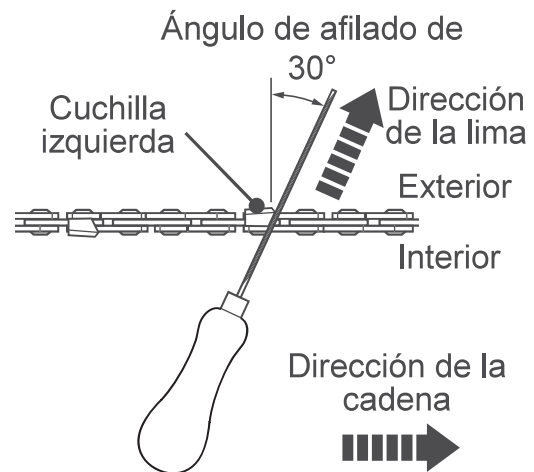

Fig. 50
5. Lime con un ángulo perpendicular a la espada y con un ángulo de 30° con respecto a la dirección de desplazamiento (Fig. 50).